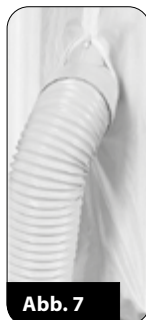

Abb. 7
- ▶ aus dem Montagesatz (19) nehmen und bereiten Sie einen Streifen mit Klebeband und Klettverschluss vor
- ▶ lehnen Sie das Fenster an und befestigen Sie mit den Klettverschlüssen den weißen Stoff aus dem Satz (19) an den geklebten Streifen
- ▶ mit den Blitzverschlüssen im weißen Stoff passen Sie den entsprechenden Spalt an, durch den stecken Sie das Rohrende (15) mit dem Verbinder (Abb. 7).